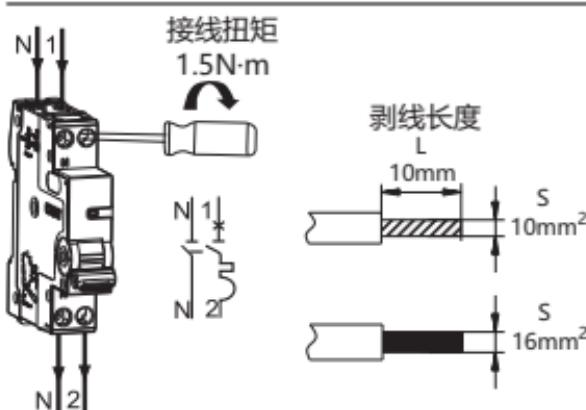

图5 NB5-40N 接线方式
5.4 适用于铜导线连接，导线选择见表2，接线方式及剥线长度示意如下图5